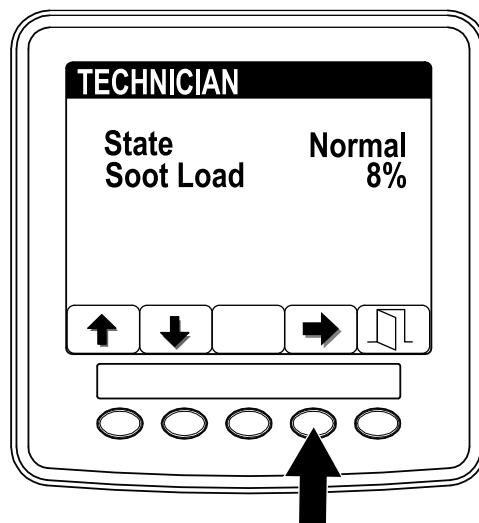

Рисунок 8
- Используйте рабочую таблицу по фильтру DPF, чтобы понять текущее состояние работы DPF (Рисунок 8).